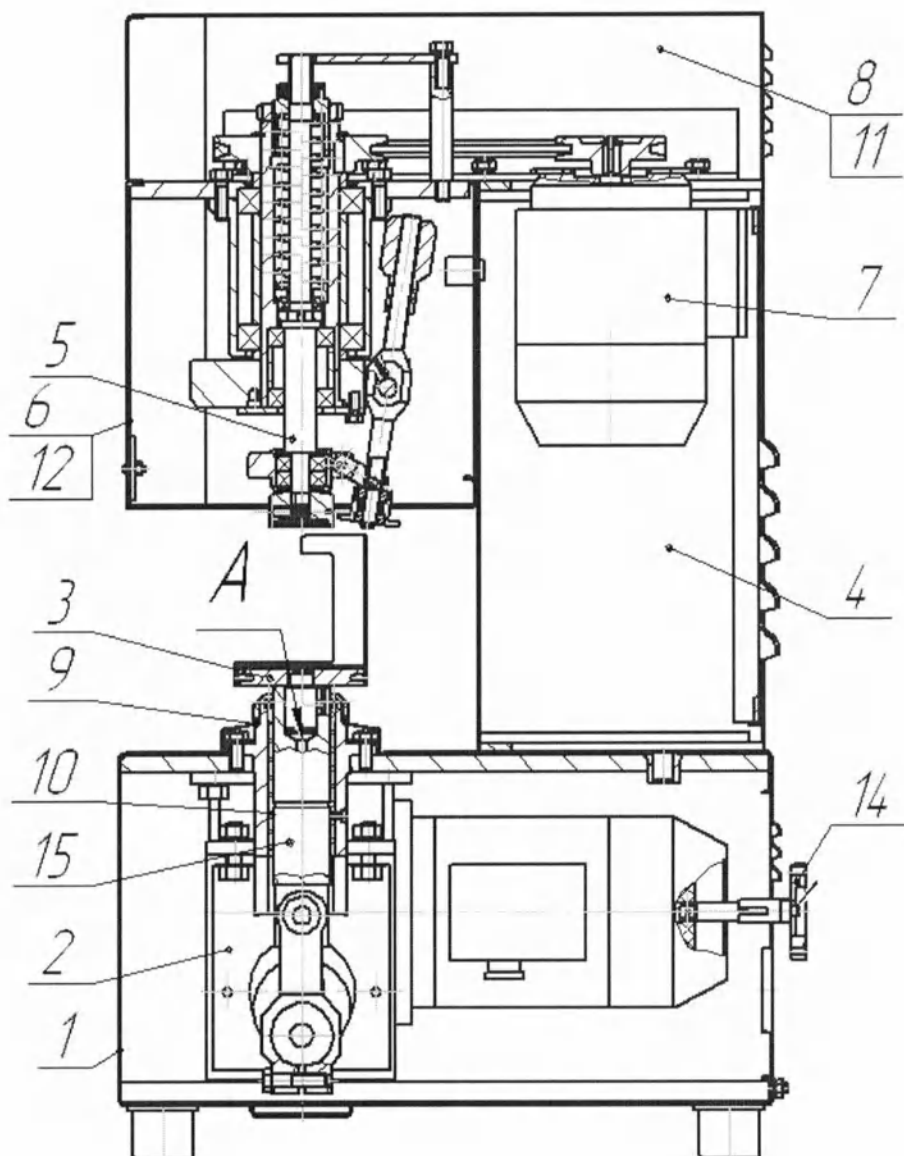

Рис.1
а).Выкрутить 4 винта 11 (рис.1).
ж).Завернуть винты 11 (рис.1).
а).Вывернуть винты 12 (рис.1) на 2...2,5 оборота.
13.4.Натяжение ремня вращения головки регулируется перемещением электродвигателя 7 (рис.1).
13.5.Маховичок 14 (рис.1) служит для ручного перемещения вкладыша 3 вверх-вниз.